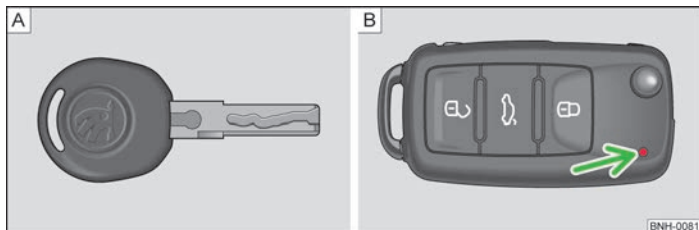
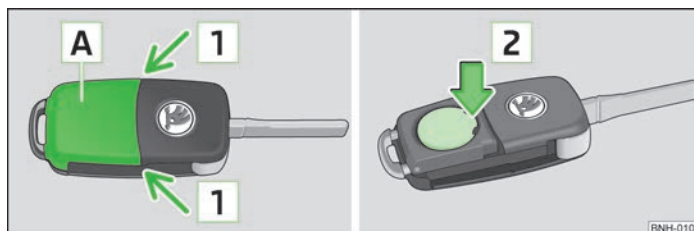

Fig. 7 Cheie fără comandă de la distanță / cheie cu comandă de la distanță (cheie cu telecomandă)
Fig. 8 Cheia cu telecomandă: îndepărtarea capacului/extragerea bateriei
La livrarea autovehiculului primiți două chei. În funcție de echipare, autovehiculul dumneavoastră poate fi echipat cu chei fără comandă de la distanță » fig. 7-A sau cu chei cu comandă de la distanță » fig. 7-B.
Fiecare cheie cu telecomandă conține o baterie, care se găsește sub capacul **A** » fig. 8. Când bateria este descărcată, după apăsarea unei taste, lampa de control de culoare roșie » fig. 7 la pagina 24 - **B** de pe cheia cu telecomandă nu luminează intermitent. Vă recomandăm să vă adresați unui partener contractual ŠKODA pentru înlocuirea bateriei cheii. Dacă doriți totuși să înlocuiți singur bateria descărcată, procedați în felul următor:
- Apăsăți capacul bateriei cu degetul mare sau cu o șurubelniță cu vârf plat, în locurile marcate cu săgețile **1** » fig. 8.